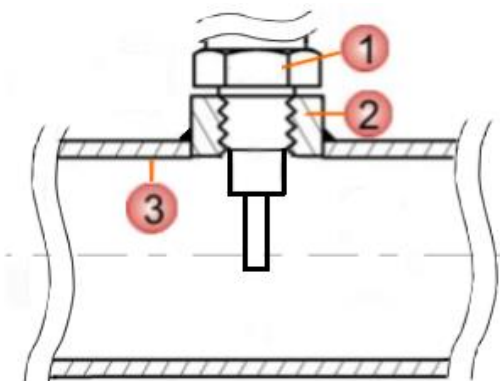

Рисунок 2.2 – Монтаж реле потока на трубопровод
1) Вырезать отверстие для бобышки (2) в трубопроводе (3) (**Рисунок 2.2, таблица 2.3**).